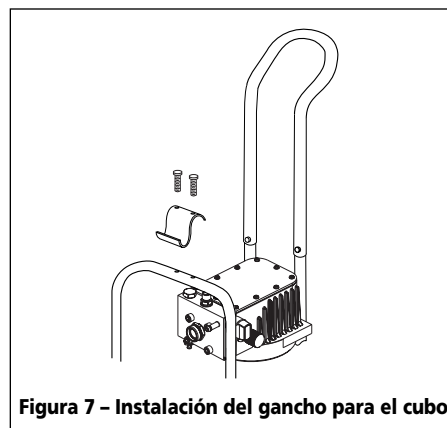

Figura 7 – Instalación del gancho para el cubo
10. Alinee los dos orificios en el gancho para el cubo con los dos orificios de la parte superior del bastidor (vea la Figura 7).